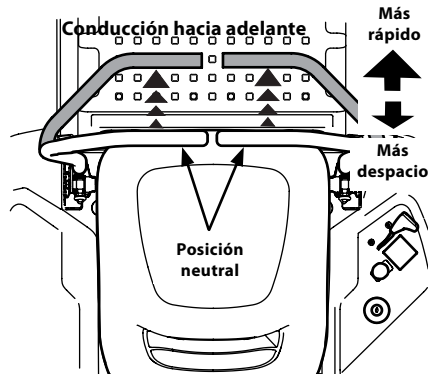

Figura 3-4
- Mueva las palancas de control lenta y suavemente hacia adelante. El tractor comenzará a desplazarse hacia adelante. Consulte Figura 3-4.